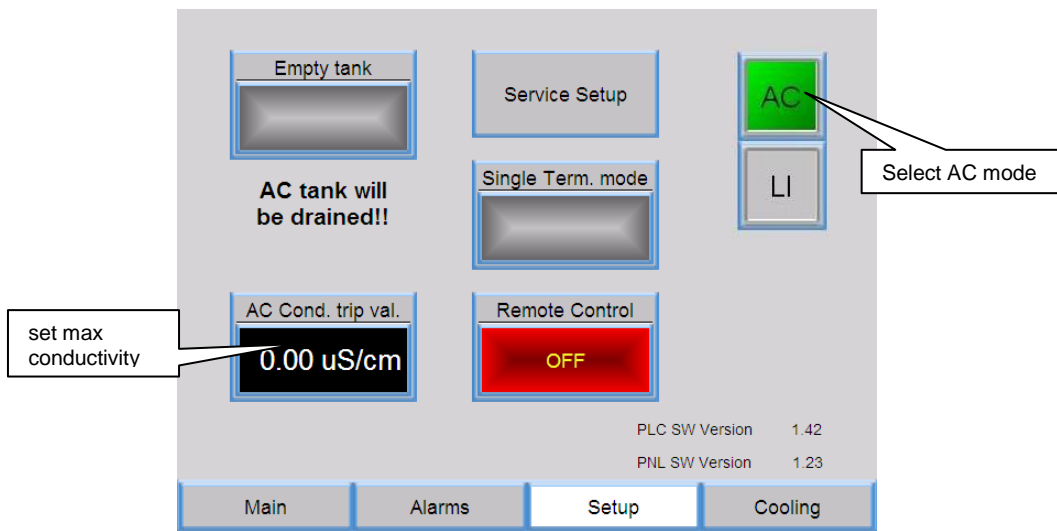

Figure 27: AC testing: Setup menu
To activate AC mode select AC mode in the Setup menu by pressing the <AC> touch button (Figure 27).
- Activate AC mode by pressing the <AC> touch button (Figure 27).